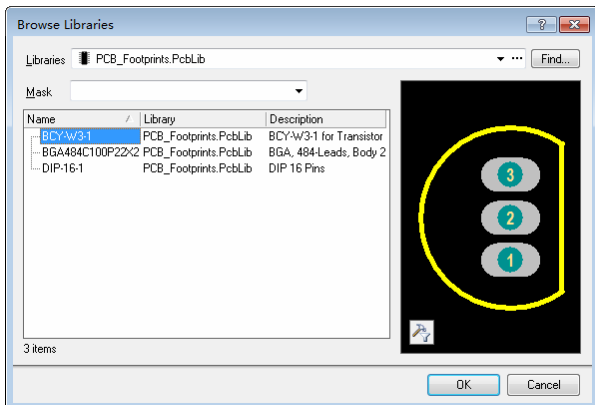

图 18-48 Browse Libraries 对话框
(3) 单击 Browse 按钮, 弹出浏览库对话框, 如图 18-48 所示。在 Libraries 栏位列出了所有当前工程的可用 PCB 库文件, 这些可用库文件有三个来源: ①工程自身包含的 PCB 库文件; ②系统